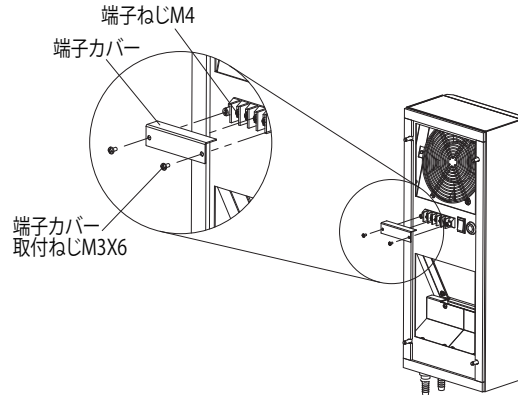

図 4 端子カバー取付
- 付属の端子カバー取付ねじ M3×6 (2 か所) にて、端子カバーを取り付けてください。(図 4)